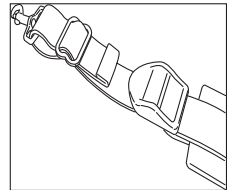

Figura 5.
4. Instale la correa individual de las correas para hombros a través de la ranura central de la manija de manipulación. Jale la correa sobre la barra y asegúrela a través de la hebilla. **Ver la Figura 5.**
Ver la Figura 5. Ajuste todas las correas como sea necesario.